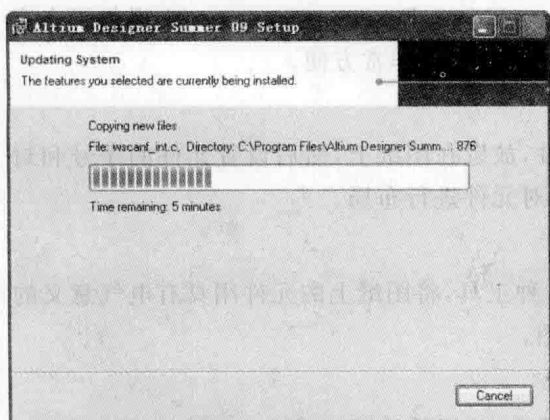

图 1-9 文件复制窗口
(9) 确定以上安装信息设定无误后,单击 Ready to Install the Application 窗口中的“Next”按钮开始安装,安装过程中,文件复制窗口内将显示操作过程和文件复制进度以及安装剩余时间等信息,如图 1-9 所示。